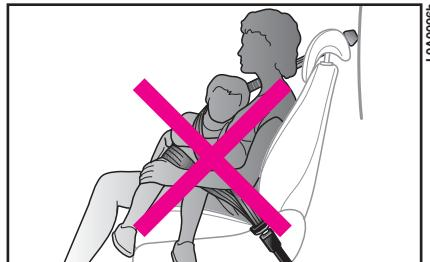

fig. 74
**Cada cinturón de seguridad debe ser utilizado por una sola persona: no lleve niños en brazos utilizando un solo cinturón de seguridad para la protección de ambos (fig. 74). En general no abroche ningún objeto a la persona.**